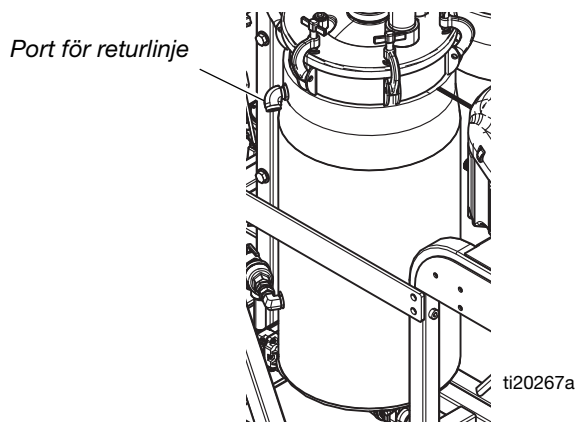

FIG. 30
7. Koppla bort returlinjen för materialcirkulation från sidan av varje tank och sätt sedan på locket på tankporten. Detta gör det möjligt att trycka ut mineraloljan från vätskeledningarna. Dra returledningarna till avfallskärl. Se FIG. 30.